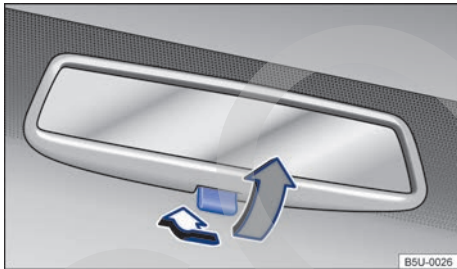

Fig. 72 En el parabrisas: espejo retrovisor interior antideslumbrante manual.
- Posición de noche: tirar de la palanca → fig. 72 (flecha gris), para evitar el deslumbramiento de los faros de los vehículos que circulan detrás.